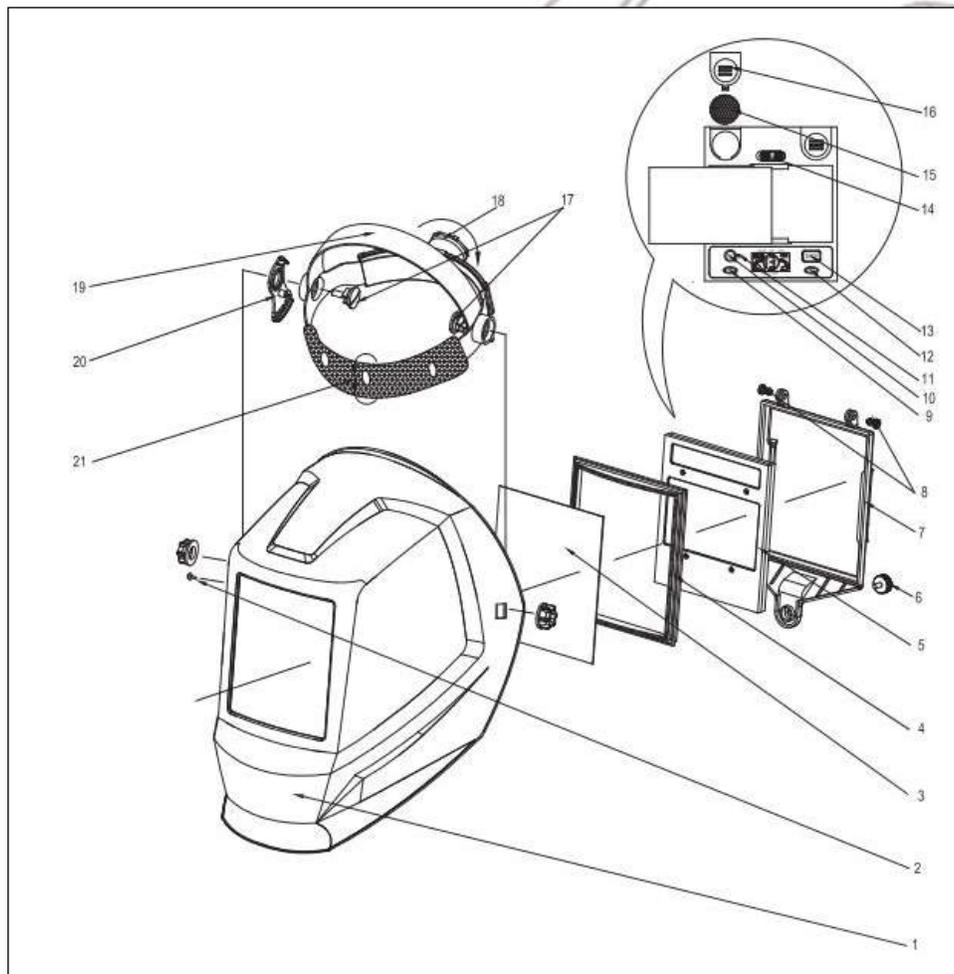

Figura 1: Esquema de la careta
1. Ensamble la careta como se muestra en la figura de construcción y ensamble (figura 1)
Seleccione inicialmente de acuerdo al proceso que va a llevar a cabo, teniendo en cuenta la corriente de trabajo (botón #13 en la figura 1). En la pantalla puede leer la sombra que ha seleccionado. Mueva la perilla #14 (ver figura 1) para seleccionar el rango de sombra (5/9 o 9/13).
Debido a que la forma de la cabeza varia de acuerdo a la persona. La posición de trabajo y el ángulo de observación es diferente para cada persona. Por lo tanto, el soldador debe ajustar la diadema de la cabeza haciendo uso del botón 20 y la placa de posicionamiento 19 (ver figura 1) para seleccionar un angulo de observación apropiado.
Oprimiendo y girando el tornillo de ajuste 18 (ver figura 1) se puede ajustar el perímetro de la diadema.
Con la perilla de selección de función #10 (Ver figura 1) se puede cambiar la función de la careta.